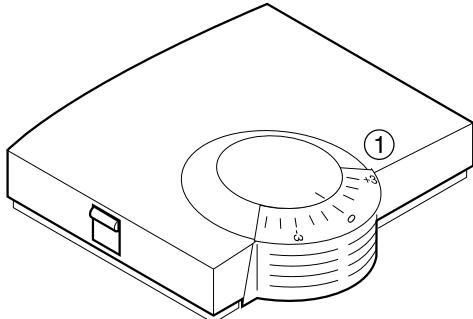

Figura 5: HCW 82
- ▶ Selezionare sulla rotella (1) (vedere Figura 5) la modifica desiderata per la temperatura preimpostata (indicazioni sulla scala in  $^{\circ}\text{C}$ ).
- ▶ Accertarsi che la rotella di regolazione si trovi nella posizione indicata nella Figura 5.